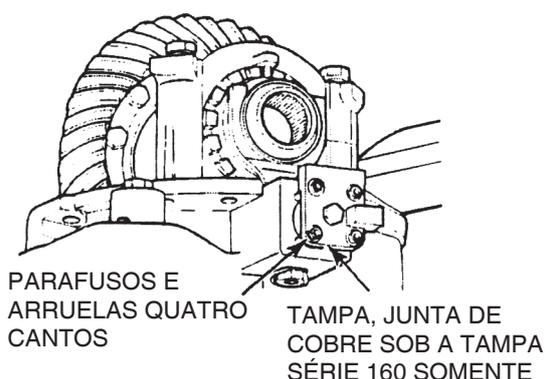

Figura 122
- B. Remova os quatro parafusos e arruelas que fixam a tampa do cilindro. Remova a tampa. Nos diferenciais Série 160, remova a junta de cobre. Figura 122.